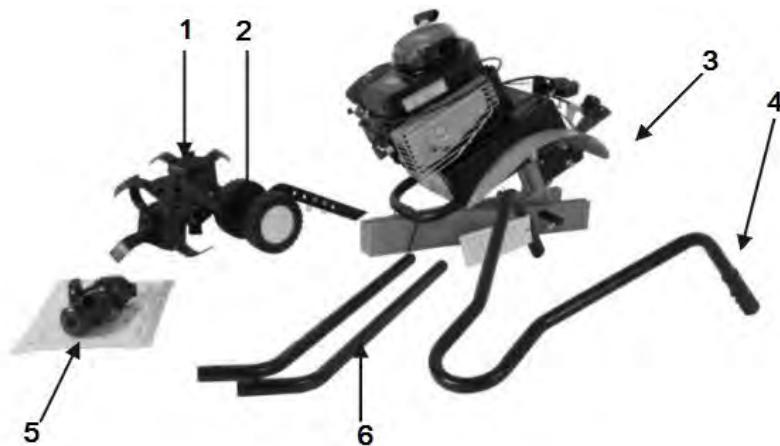

Рис.1
1. При распаковке культиватора соблюдайте осторожность, чтобы не повредить тросики привода фрез (Рис.1).